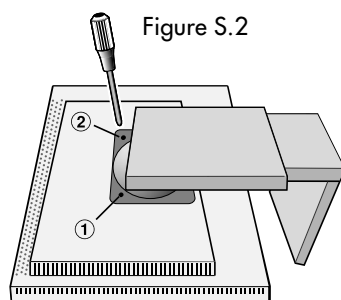
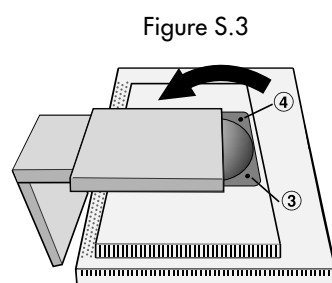

Figure S.2
Figure S.3
4. Retirez les deux vis du haut qui rattachent l'écran au support (**Figure S.2**). Tournez le support de 180° contre le sens des aiguilles d'une montre (deux déclics doivent se faire entendre). Retirez les vis du bas (**Figure S.3**) et ôtez le support. L'écran est maintenant prêt pour un montage différent.